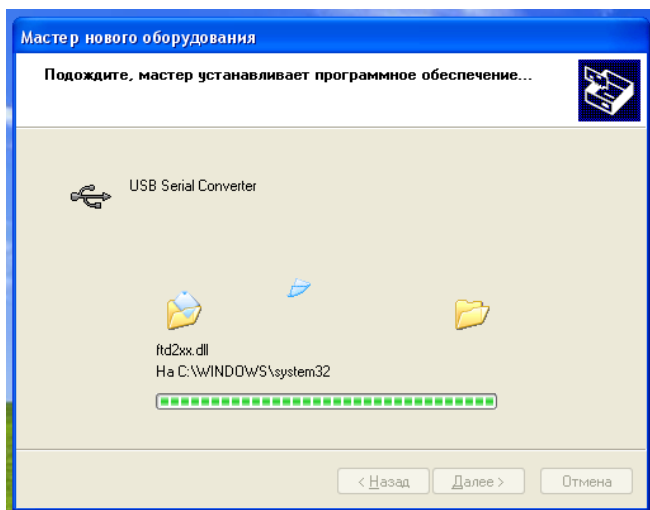

Рисунок 9
- Дождаться завершения копирования (см. рисунок 9).